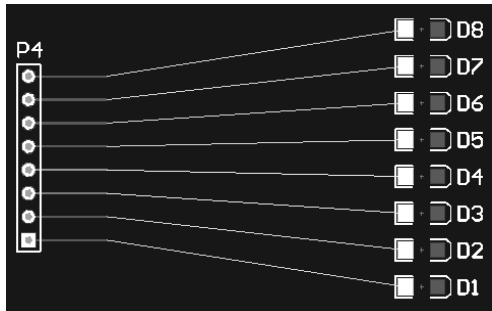

图 14-20 多走线布线步骤 (4)
(4) 拉出总线到一定的距离单击鼠标右键退出放置多走线状态。然后按下 Ctrl 键的同时框选 D1~D8 的左边焊盘，选中的焊盘呈现白色，如图 14-20 所示。